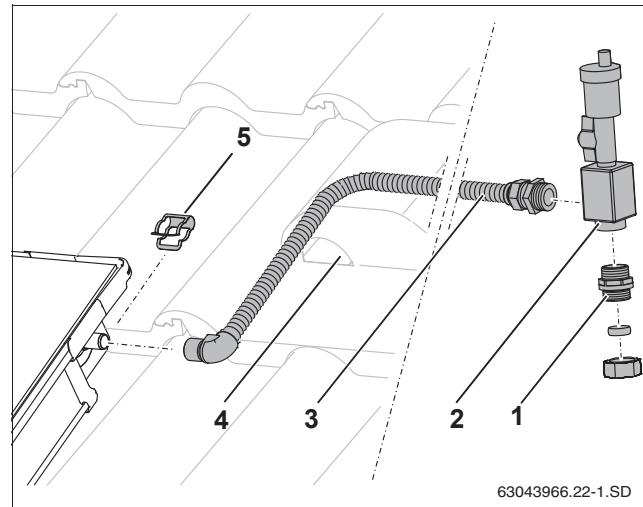

Рис. 56 Монтаж воздушного клапана под крышей
- ▶ Наденьте соединительную трубу (рис. 56, [3]) на штуцер подающей линии коллектора и зафиксируйте зажимом (рис. 56, [5]).
- ▶ Проведите трубу вместе с проводом датчика через черепицу с вентиляционным отверстием (рис. 56, [4]) и изоляцию кровли.
- ▶ Заверните соединительную трубу (рис. 56, [3]) и двойной ниппель (рис. 56, [1]) в воздухосборник (с кольцевым уплотнением).
- ▶ Подсоедините сборную линию к двойному ниппелю с зажимным кольцом (рис. 56, [1]).